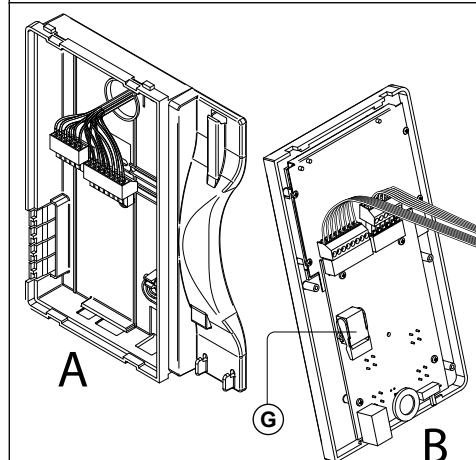

Fig. 4
3. Appliquer le joint adhésif **Y** sur chaque module, comme illustré sur la Fig. 4 ;